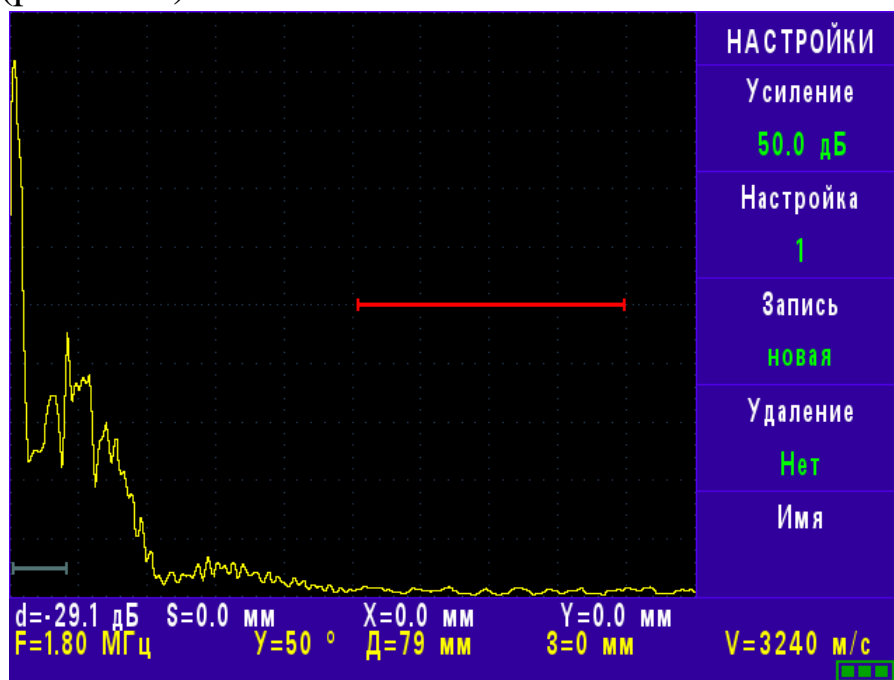

Рис. 5.19
5.5.14. Меню **«НАСТРОЙКИ»** содержит следующие параметры (рис. 5.19).